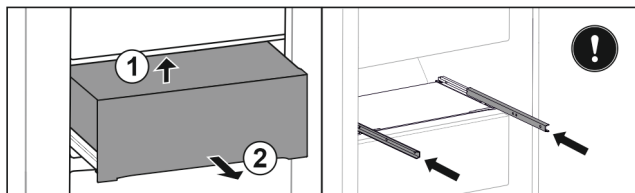

Fig. 114
- Lyft utdragslåda underifrån i bak. Fig. 114 (1)
- Ta ut utdragslåda genom att dra den framåt. Fig. 114 (2)